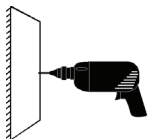

Abbildung 1
- Bei Holzwänden bohren Sie ein einzelnes Loch mit einem Bohrer, der einen Durchmesser von 4 mm (5/32") aufweist; bei Mauern beziehungsweise Betonwänden verwenden Sie einen geeigneten Wanddübel. (Abbildung 1.)